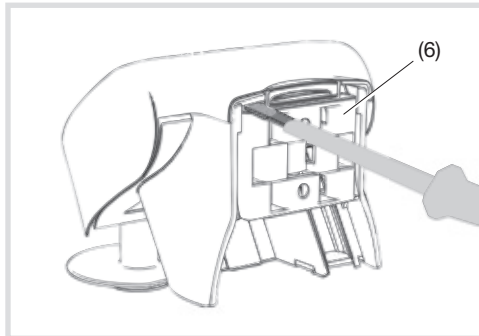

Bild 4: Wand-/Mastbefestigung lösen
Die Wetterstation wird inklusive einer Wand-/Mastbefestigung (6) ausgeliefert. Diese ist bei Auslieferung an der Rückseite eingerastet (Bild 4).
- Wand-/Mastbefestigung (6) mit einem Schraubendreher vorsichtig aus der Rastung lösen und nach unten herauschieben (Bild 4).